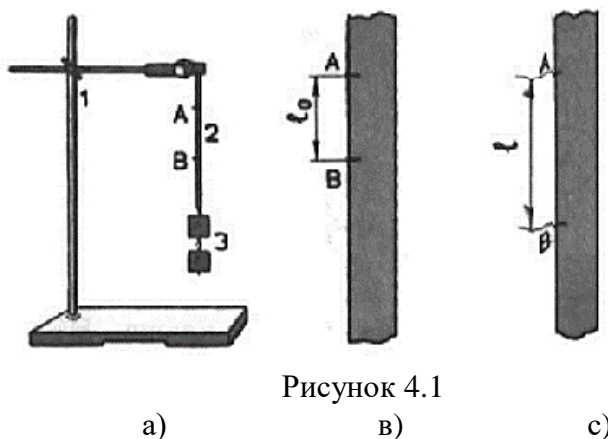

Рисунок 4.1
l_0 - расстояние между метками А и В на нерастянутом шнуре (рисунок 4.1 в);
l - расстояние между этими же метками на растянутом шнуре (рисунок 4.1 с)
- 2 Соберите измерительную установку (рисунок 4.1а).